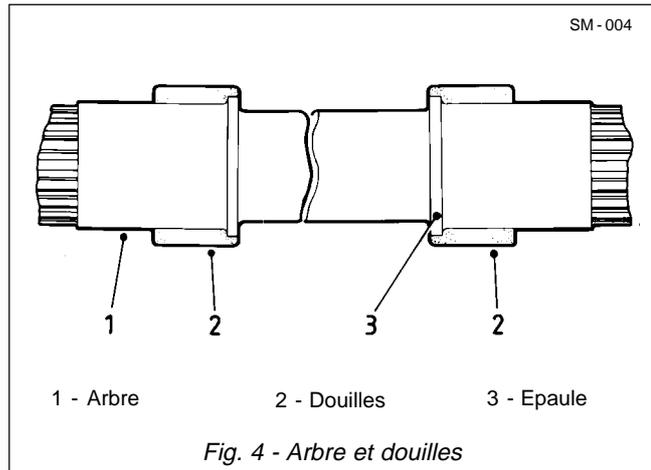

Fig. 4 - Arbre et douilles
1. Chauffez les douilles (38) correctement pour rompre l'adhérence de l'agent de fixation. Déposez les contre-écrous (25) de leur position de protection sur l'arbre (37), puis déposez les douilles (38) avec une dérive adéquate.
2. Laissez l'arbre (37) refroidir. Nettoyez complètement l'arbre (37) et les nouvelles douilles (38) avec un solvant adéquat. Lavez les surfaces d'accouplement de l'arbre (37) et des nouvelles douilles (38) avec du chloréthane et laissez sécher.
3. Appliquez une première couche de LOCTITE sur les surfaces d'accouplement de l'arbre (37) et sur les nouvelles douilles (38) et laissez sécher. Reportez-vous à la Fig. 4.
4. Appliquez de la LOCTITE 638 sur les surfaces d'accouplement de l'arbre (37) et reposez les nouvelles douilles (38) avec les évidements dans les douilles (38) contre l'épaulement sur l'arbre menant (37). Assurez-vous que les douilles (38) reposent entièrement contre les épaulements. Reportez-vous à la Fig. 4.
6. Dégraissez le carter de roulement avant (30) dans le pivot (1) à l'aide d'un solvant adéquat et laissez sécher.